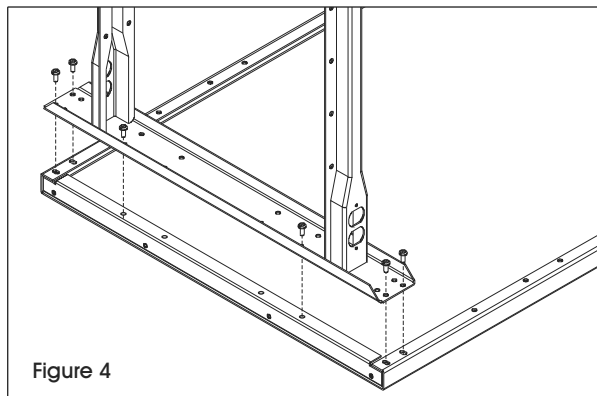

Figure 4
1. Alignez les trous des pieds sur l'extrémité de la surface de la table. Fixez à l'aide de six boulons de 1/4 po-20 x 5/8 po. Chaque extrémité de la surface de table est dotée de douilles filetées. (Voir Figure 4)
1. Alignez les trous des pieds sur l'extrémité de la surface de la table. Sécurisez le pied (2) avec huit boulons de 1/4 po-20 x 5/8 po. Des douilles filetées sont fournies. (Voir Figure 4)